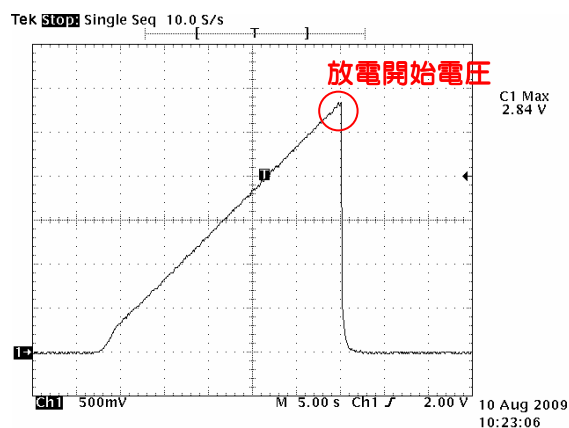

図2 アレスタの動作試験
- (1)直流900V～4kVのワイドレンジ測定が可能で、誤差は±5%以内を確保しています。
- (2)JIS C 5381-331で規定された試験方法に準拠しています。図2は、アレスタチェッカの動作をオシロスコープで観測した事例です。縦軸は1/1,000スケールです。100(V/sec)でアレスタに電圧を加えていきます。アレスタが放電開始電圧に至ると、アレスタはショート状態となります。図2
- (3)スタートボタンを押すだけの簡単操作を実現しています。
- (4)単三電池4本で動作します。商用電源を使用することもできます。
- (5)携行に便利なコンパクトサイズを実現しています。試作機の寸法は、185(縦)×135(横)×70(高さ)(mm)であり、重さも600gと軽量です。